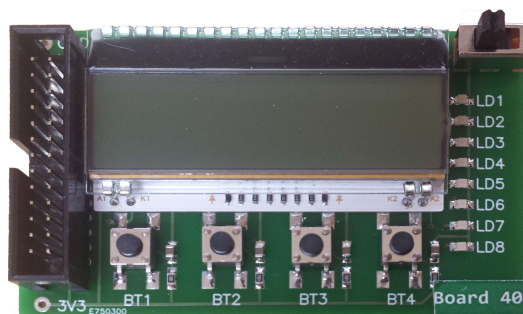

FIGURE 5 – Carte électronique boutons-**LEDs**-**LCD** [25]
- Une carte de contrôle à 4 boutons et 8 **LEDs**, voir figure 5